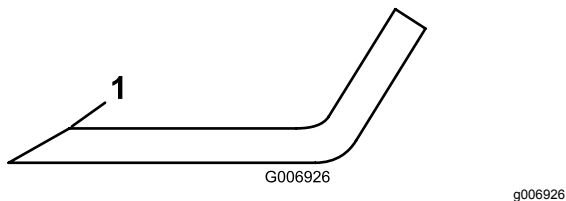

Figura 74
- Inspeccione as extremidades de corte de todas as lâminas, afie as extremidades de corte se apresentarem sinais de desgaste ou ranhuras, afie apenas a zona superior da parte cortante e mantenha o ângulo de corte original para garantir um desempenho eficaz da lâmina (Figura 74).